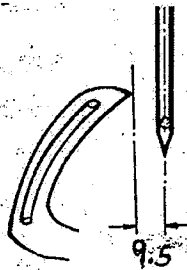

Fig. 1
Zur bequemeren Einstellung entferne Drückfuß, Stichplatte und Transporteur. Setze den Fadengreifer in den Greiferhebel ein. Der Greifer ist so einzustellen, daß der Abstand von Nadelmitte zur Greiferspitze $9,5 \text{ mm} \approx 3/8''$ beträgt und zwar bei Beginn der Nadelstangenaufwärtsbewegung (Fig. 1). Dieser Abstand lässt sich nach Lösen der Mutter am rechten Schenkel des Greiferhebels durch Verschieben der Kugelschraube im Langloch ändern. Bei der Bewegung nach rechts muß der Greifer dicht an der Rückseite der Nadel vorbeigehen, ohne diese zu berühren. Dazu wird der Greiferhebel auf seiner Achse nach Lösen der beiden Schrauben seitlich verschoben.
For convenient access, remove the presser foot, throat plate and feed dog. Insert the looper into the looper rocker. Set the looper so that the distance from the centre line of the needle to the point of the looper is $9,5 \text{ mm} \approx 3/8''$ in the lowest position of needle bar just before moving upwards (Fig. 1). Therefore loosen the nut at right side of looper rocker and replace the ball stud till the specified dimension be obtained. As the looper moves to the right, its point should pass behind the needle as close as possible without contacting it. Adjustment can be made by loosening the fastening screws of looper rocker and replacing the looper rocker axially till this adjustment be obtained.
Bei Verwendung von Leinengarn ist der Nadelfaden nach Fig. 1 der Einfädelanleitung einzufädeln.
Die Stichlänge ist entsprechend der Kettelgarnstärke nach Lösen der Mutter Teil-Nr. HA 18 A (Fig. 3) einzustellen. Verstellen der Schwinge nach unten ergibt größere, Verstellen nach oben kleinere Stichlänge. Der Obertransport ist dann entsprechend an der Schwinge einzustellen. Verstellen nach hinten größerer Stich, nach vorn kleinerer Stich. (Fig. 1 u. 4).
Die Maschine ist für eine Naht mit Stichlochbindung (Fig. 1) eingestellt. Sollten Sie Kantenbindung wünschen, so können Sie diese Naht durch Herausnehmen des Nadelfadens aus der ersten Nadelfadenspannung (A) erreichen. (Fig. 4). Der Kettelfaden wird dann in diese Spannung (A) eingelegt (Fig. 4). Evtl. ist noch ein ausregulieren notwendig, damit der Nadel-faden sauber an der Kante liegt.